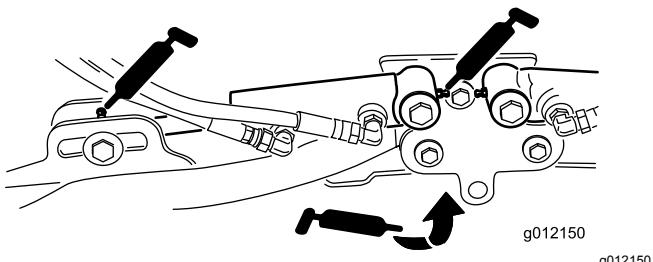

Рисунок 65
- Цилиндры подъемных рычагов режущего блока (по 2 шт.) (Рисунок 65).